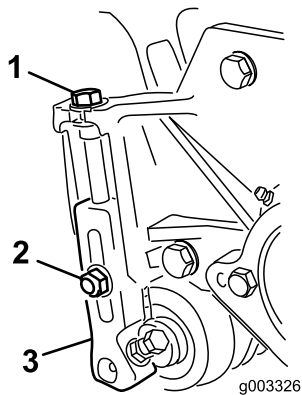

Bild 16
- 1. Lösen Sie die Sicherungsmuttern, mit denen die Schnitthöhenhalterungen an den Seitenplatten befestigt sind (Bild 16).